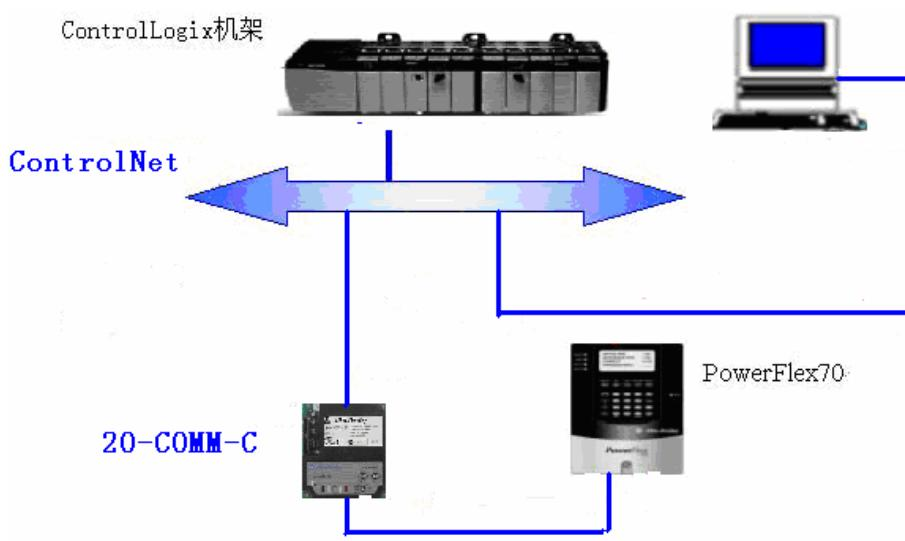

图 4-50 实验网络图
48. 点击 Communication 选项，按照步骤 36 设置通讯路径，如图 4-50 所示。
硬件接线：将安装有 20-COMM-C 适配器的 PowerFlex70、ControlLogix 框架和计算机分别连接在 ControlNet 上。其中 20-COMM-C 是为 PowerFlex7 系列变频器设计的内置的由 DPI 端口向 ControlNet 转换的适配器，需设置 20-COMM-C 的节点地址及波特率。这里设置节点地址为 2，波特率为 125kbps。ControlLogix 框架是通过 1756-CNBR 连接在 ControlNet 上；计算机是通过安装在主板上的 1784-PCIC ( S ) for ControlNet Device 卡连接在控制网上的，网络连接如图 4-50 所示：